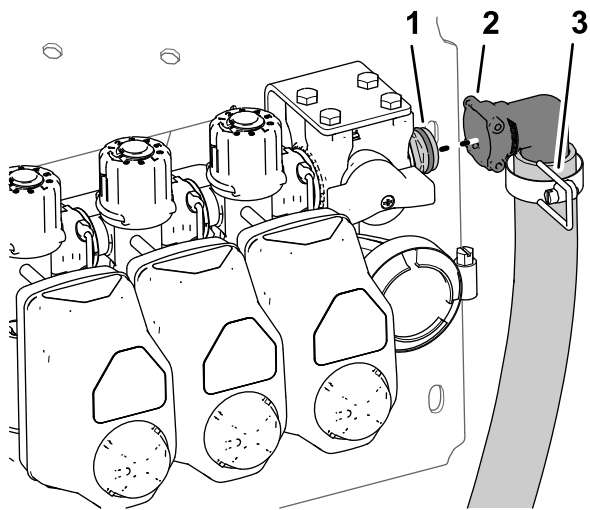

**Рисунок 43**
- Снимите шланговые хомуты, которые крепят шланг сливного крана и задний сливной шланг бака к тройнику типа «елочка» (Рисунок 42 и Рисунок 43).
- Снимите тройник со шланга сливного крана и заднего сливного шланга бака (Рисунок 42 и Рисунок 43).